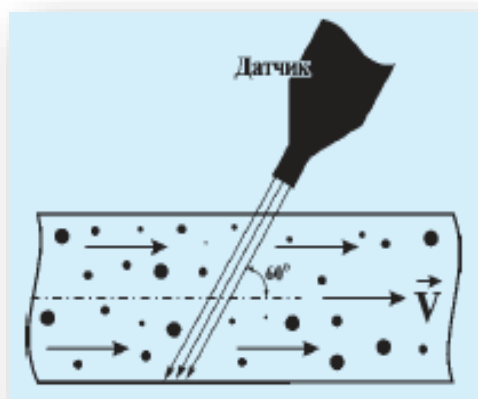

Рисунок 39 – Прозвучивание кровотока в большом сосуде
7.5.13 Максимальный по звуку и амплитуде сигнал в единичном сосуде можно получить при угле 45 или 60 градусов между направлением кровотока и лучом датчика (рисунок 39).